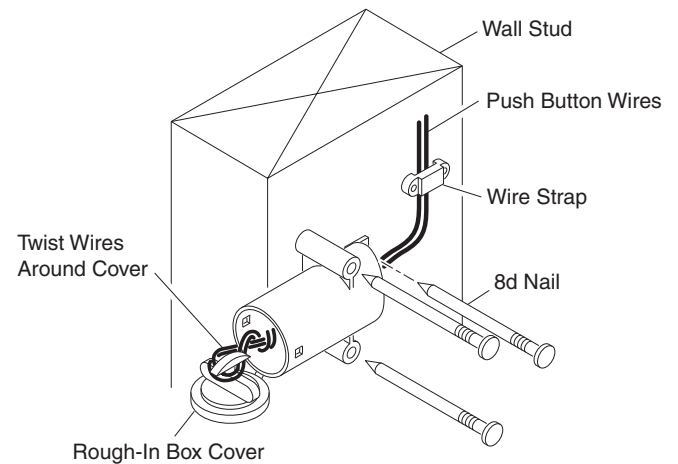

Figure 2
3. Using the information from steps 1 and 2 above, secure the stucco push button rough-in box to the front edge of the wall stud. *Note:* It is recommended to use 8d nails or comparable wood screws (see Figure 2).
4. Follow the wiring installation instructions in the chime owner's manual (provided). Route push button wires through rear of rough-in box and twist around cover as shown in Figure 2.
3. En suivant les directives des étapes 1 et 2, fixez le boîtier du bouton-poussoir sur le devant du montant mural. *Note :* On recommande d'utiliser des clous 8d ou des vis à bois de taille similaire (voir la Figure 2).
4. Suivez les directives de câblage qui se trouvent dans le guide de l'utilisateur du carillon (fourni). Faites passer les fils du bouton-poussoir par l'arrière du boîtier, puis torsadez-les autour du couvercle, comme illustré dans la Figure 2.